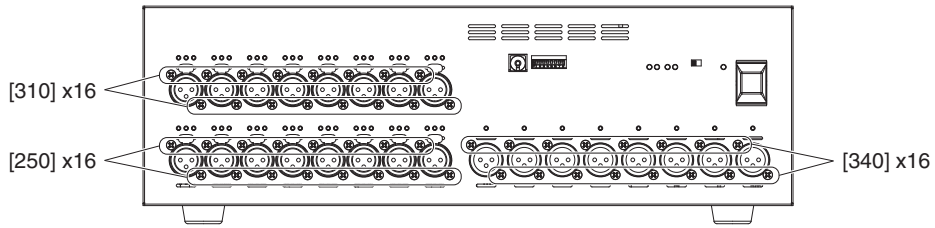

Fig. 4 (图 4)
- 5-3. Remove the sixteen (16) screws marked [310]. (Fig. 4)
- 6-5. Remove the sixteen (16) screws marked [250]. The HAAD circuit board (INPUT 9-16) can then be removed. (Fig. 4)
- 7-4. Remove the sixteen (16) screws marked [340]. The DA circuit board can then be removed. (Fig. 4)
- 5-3. [310] のネジ 16 本を外します。(図 4)
- 6-5. [250] のネジ 16 本を外して、HAAD シート (INPUT 9-16) を外します。(図 4)
- 7-4. [340] のネジ 16 本を外して、DA シートを外します。(図 4)